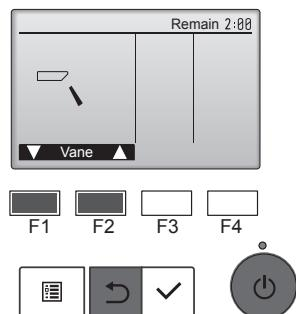

Fig. 6-7
- ① **F1** **F2** düğmeleri ile otomatik kanatçıyı kontrol edin. (Fig. 6-7)
- ② düğmesine basarak "Test run" (Test çalışma) işlem ekranına dönün.
- ③ düğmesine basın.